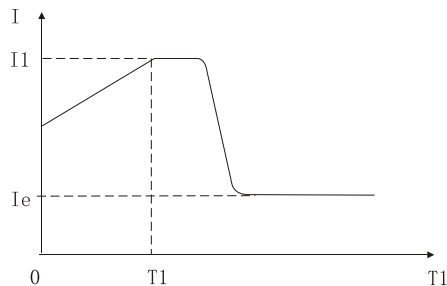

图12-4-1
- ① 代码F9设置4（电流斜坡通）为此起动模式。图12-4-1为电流斜坡起动模式的输出电流波形，其中T1为代码F1设置的时间值。
- ② 电流斜坡起动模式具有较强的加速能力，适用与两极电动机，也可在一定范围内缩短起动时间。